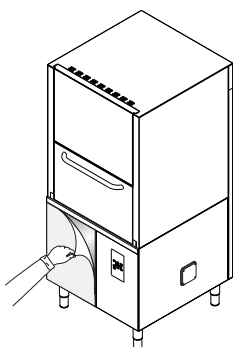

Figura 8 Eliminación de la película
- Quitar lentamente la película de protección de los paneles externos, sin romperla, para evitar residuos de adhesivo (Figura 8).